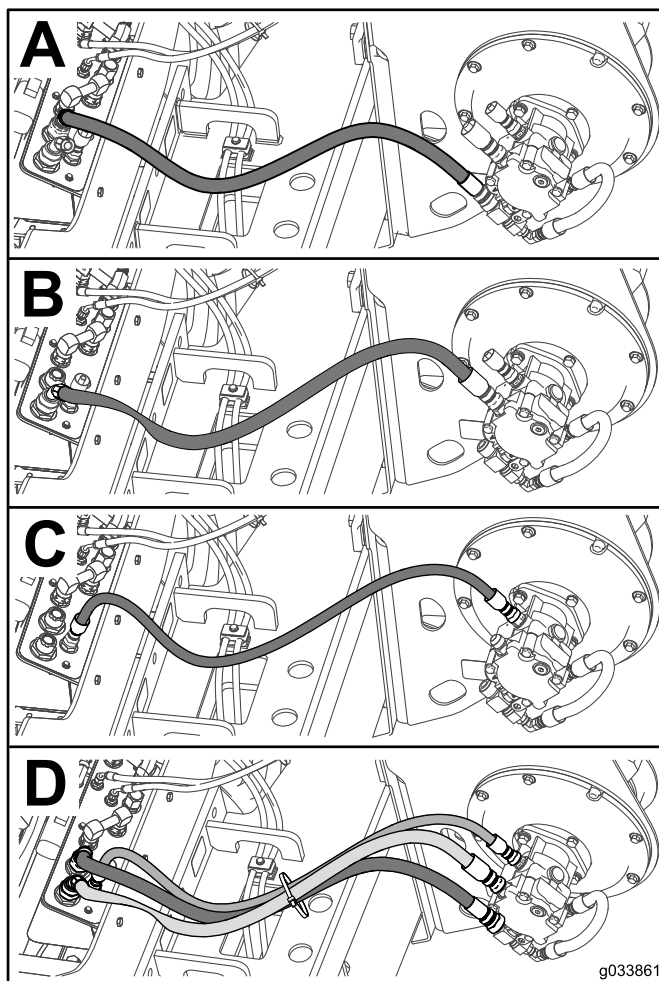

図 10
1. 127cmのホースをF16フィッティングに 図 10 のAのように取り付ける。
4. 127cmのホースをF12フィッティングに 図 10 のBのように取り付ける。
7. 104cmのホースを 図 10 のCのように取り付ける。
10. 各ホースをケーブルタイで固定する 図 10 のD。